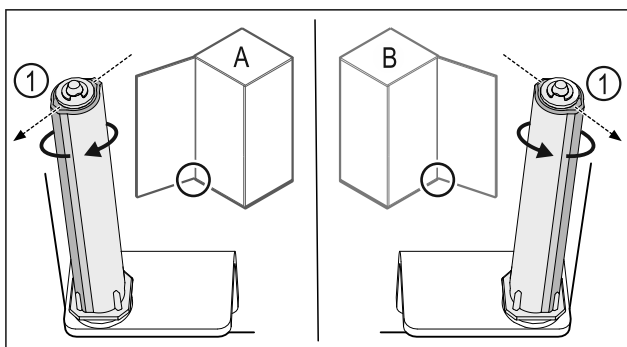

Fig. 54 Μεντεσέδες αριστερά (A) / Μεντεσέδες δεξιά (B)
- Περιστρέψτε το σύστημα κλεισίματος κόντρα στην αντίσταση, μέχρι ο κορμός του συστήματος κλεισίματος Fig. 54 (1) να είναι στραμμένος προς τα έξω.